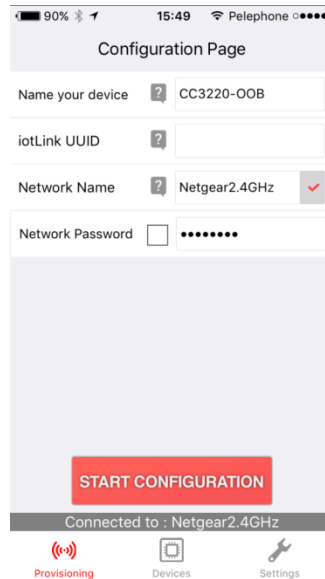

图 15. Wi-Fi Starter 配置 (Provisioning) 选项卡
2. 导航到配置 (Provisioning) 选项卡，对 AP 凭证进行配置。单击开始配置 (START CONFIGURATION) 按钮启动配置过程 (见图 15)。